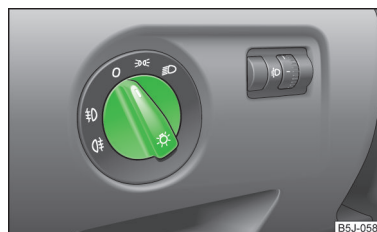

Abb. 21
Bei Fahrzeugen mit **Rechtslenkung** weicht die Anordnung der Schalter zum Teil von der in » Abb. 21 auf Seite 39 gezeigten Anordnung ab. Die Symbole, die die Schalterstellungen markieren, sind jedoch gleich.
› Den Lichtschalter » Abb. 21 in Stellung » drehen.
- › Den Lichtschalter » Abb. 21 in Stellung » drehen.
› Den Lichtschalter » Abb. 21 in Stellung O drehen.
› Den Lichtschalter in Stellung O drehen » Abb. 21 auf Seite 39.